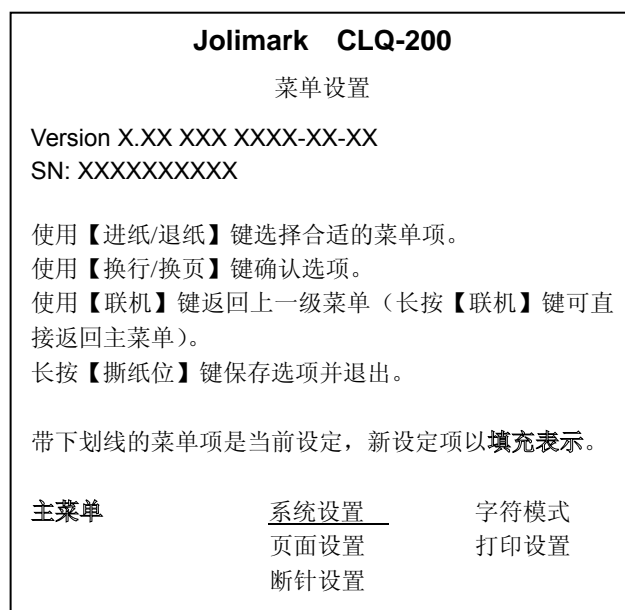

图 2-3 进入菜单设定打印示例
3. 按住【进纸/退纸】键和【换行/换页】键，再开启打印机。打印机自动进纸，并打印出当前设置（如图 2-2、图 2-3 所示）。
- 首先打印出标题和主菜单（如图 2-3 所示），有下划线的选项是当前的缺省选项。打印头就停留在当前缺省选项下方。